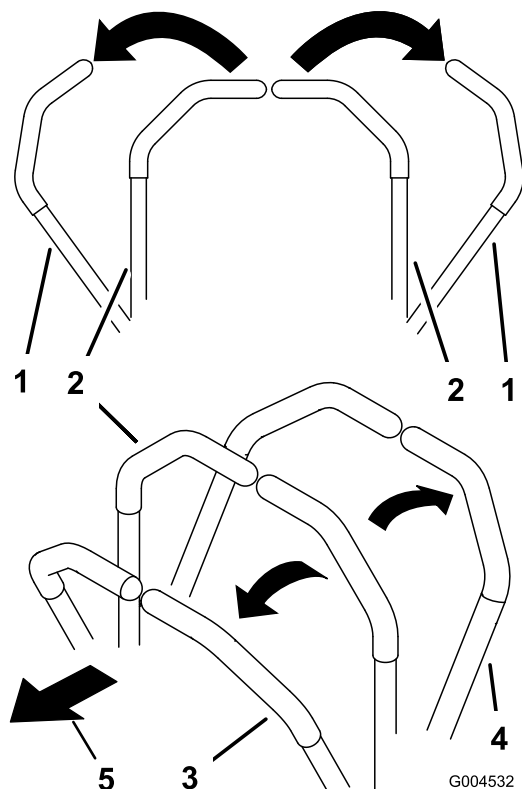

Figure 20
1. Mettez les leviers de commande de déplacement (Figure 20) en position de verrouillage au point mort.
- Pour vous déplacer en ligne droite en marche avant, poussez doucement les leviers de commande de déplacement vers l'avant (Figure 20).
- Pour vous déplacer en en ligne droite en marche arrière, tirez doucement les leviers en arrière (Figure 20).
- Pour tourner, ralentissez la machine en tirant les deux leviers en arrière puis poussez en avant le levier du côté opposé à celui que vous voulez prendre (Figure 20).